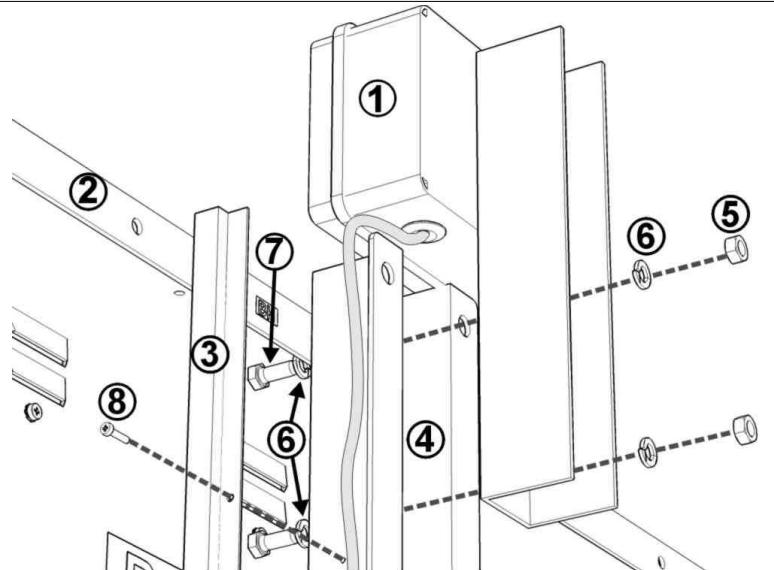

Abb. 2.2: Detailansicht der Befestigung
- 1) Entfernen Sie vom Vertikalbügel mit 'Ω' Profil, rechts von der Anzeigetafel (Rückansicht) die Mutter und den Sicherungsring der oberen Befestigungsschraube (Abb.2.2).
- 2) Den Haltebügel des Empfängers mit den 2 Löchern des Bügels mit 'Ω' Profil ausrichten, wie in Abb.2.2 dargestellt, und ihn mit den Schrauben M8x20 sowie den entsprechenden Unterlegscheiben und Muttern blockieren.
- 3) Die Kabelhalterführung für die Verlegung des Kabels am Bügel mit 'Ω' Profil der Anzeigetafel befestigen, wie in Abb.2.2 dargestellt.